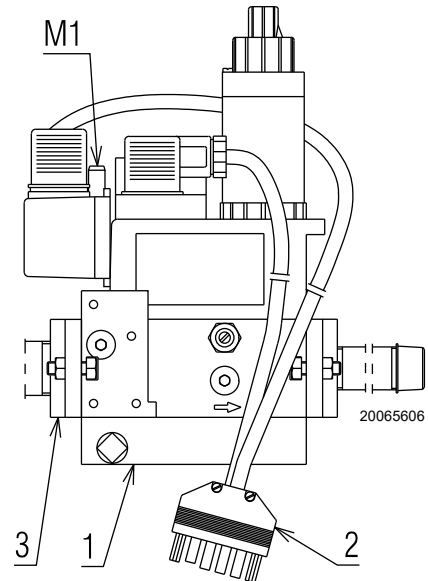

Fig. 17
- dévisser les vis de la fiche 6 pôles 2)(Fig. 17) de la rampe gaz;